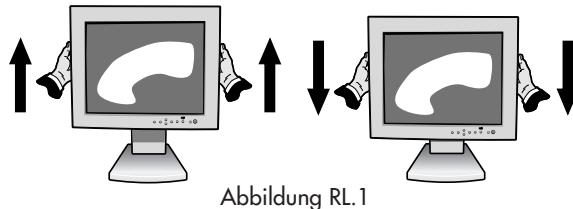

Abbildung RL.1
Der Monitor kann sowohl in Längs- als auch in Querstellung höher- bzw. tiefergestellt werden. Um den Bildschirm höher- oder tieferzustellen, legen Sie Hände auf jede Seite des Monitors und heben Sie an oder senken Sie zur gewünschten Höhe (**Abbildung RL.1**).
Bevor Sie den Bildschirm drehen, muß er auf seine höchste Position gestellt werden, damit der Bildschirm beim Drehen nicht gegen die Unterlage stoßen oder Ihre Finger einklemmen kann. Um den Bildschirm anzuheben, legen Sie Hände auf jede Seite des Monitors und heben Sie bis zur höchsten Position an (**Abbildung RL.1**).
2. Legen sie eine Hände auf jede Seite des Monitors und heben Sie bis zur höchsten Position an (**Abbildung RL.1**).